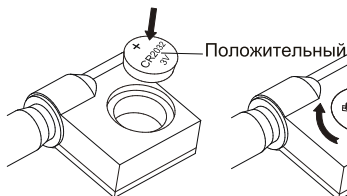

рис. 2
---Вставьте батарею CR2032 в батарейный отсек, положительный полюс батареи (+) должен быть обращен наружу (рис. 2).